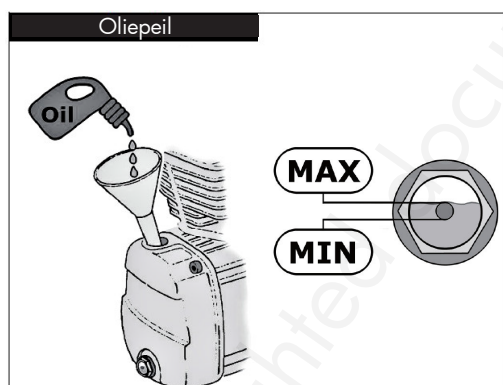

Fig. 5: Oliepeil indicator
**Op modellen zonder peilstok, controleer het oliepeil op de kijkglas (fig. 5). Als de olie de markering niet bereikt, moet u olie bijvullen. De olie van de eerste uitrusting is: 15W-40.**